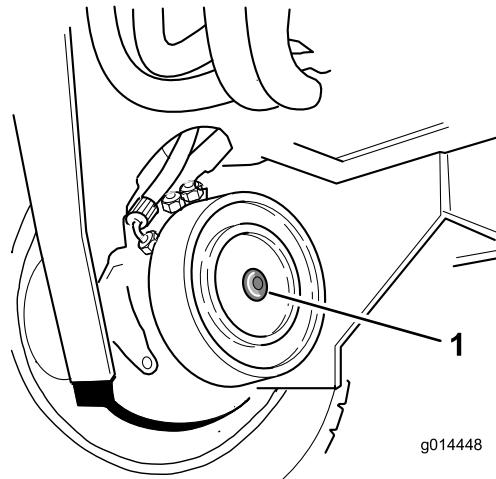

Bild 35
2. Machen Sie die Scheibenbremse des rechten Vorderradmotors ausfindig und entfernen Sie die Sechskantschraube (Bild 35).